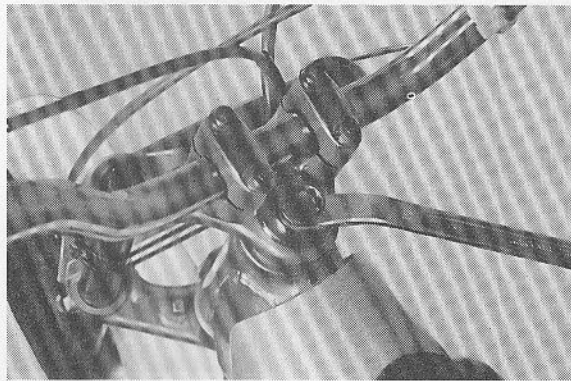

Fig. 2-6-20
- c. If steering head needs adjustment, loosen steering fitting bolt. (Fig. 2-6-20)
- c. Si la tête de direction requiert un ajustement, desserrer le boulon d'ajustage de direction. (Fig. 2-6-20)